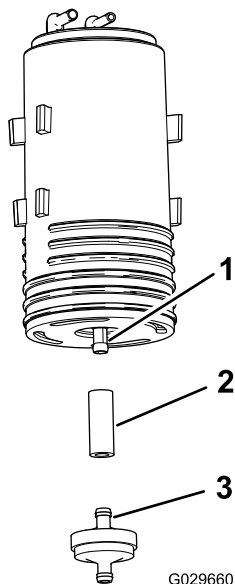

Figura 48
4. Retire el filtro del cartucho de carbón y la sección corta de manguera del acoplamiento inferior del cartucho de carbón antiguo (Figura 48).
5. Instale la manguera en el acoplamiento inferior del cartucho de carbón nuevo (Figura 48).
6. Introduzca el acoplamiento de un filtro del cartucho de carbón nuevo en la manguera (Figura 48).